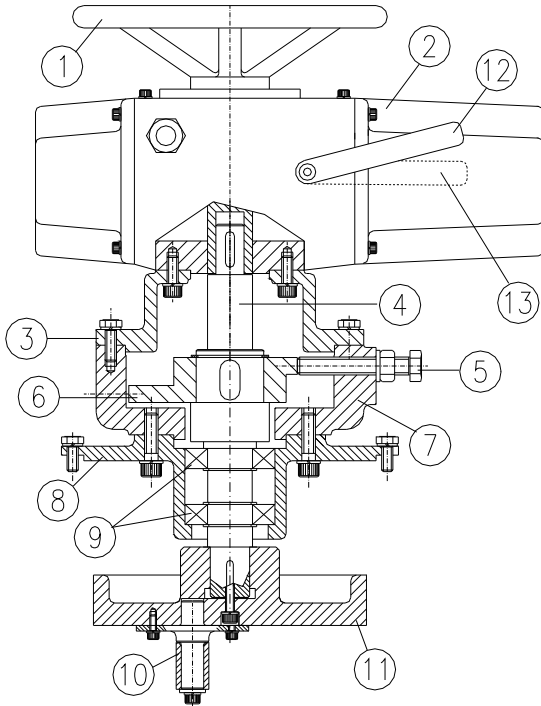

Figura 7.14: Partes del actuador electromecánico
**Leyenda de la Figura 7.14:**